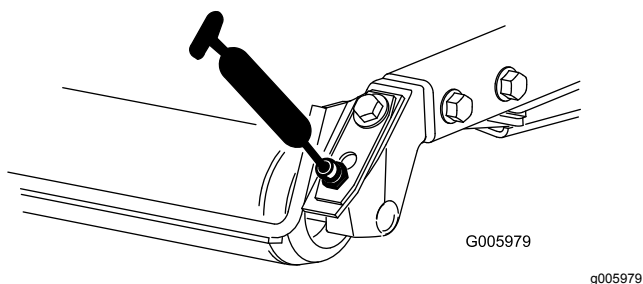

Figura 28
- Cojinetes de los rodillos traseros (2 por unidad de corte) (Figura 28).